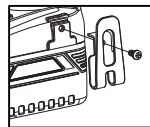
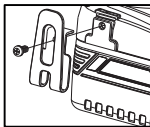

Abb. 8A
Abb. 8B
2. Um den Gürtelhaken zu montieren, stecken Sie ihn in eine Nut im Gerätegehäuse auf einer der Seiten. Zum Entfernen lösen Sie die Schraube und nehmen Sie sie heraus. (Abb. 8A & Abb. 8B)